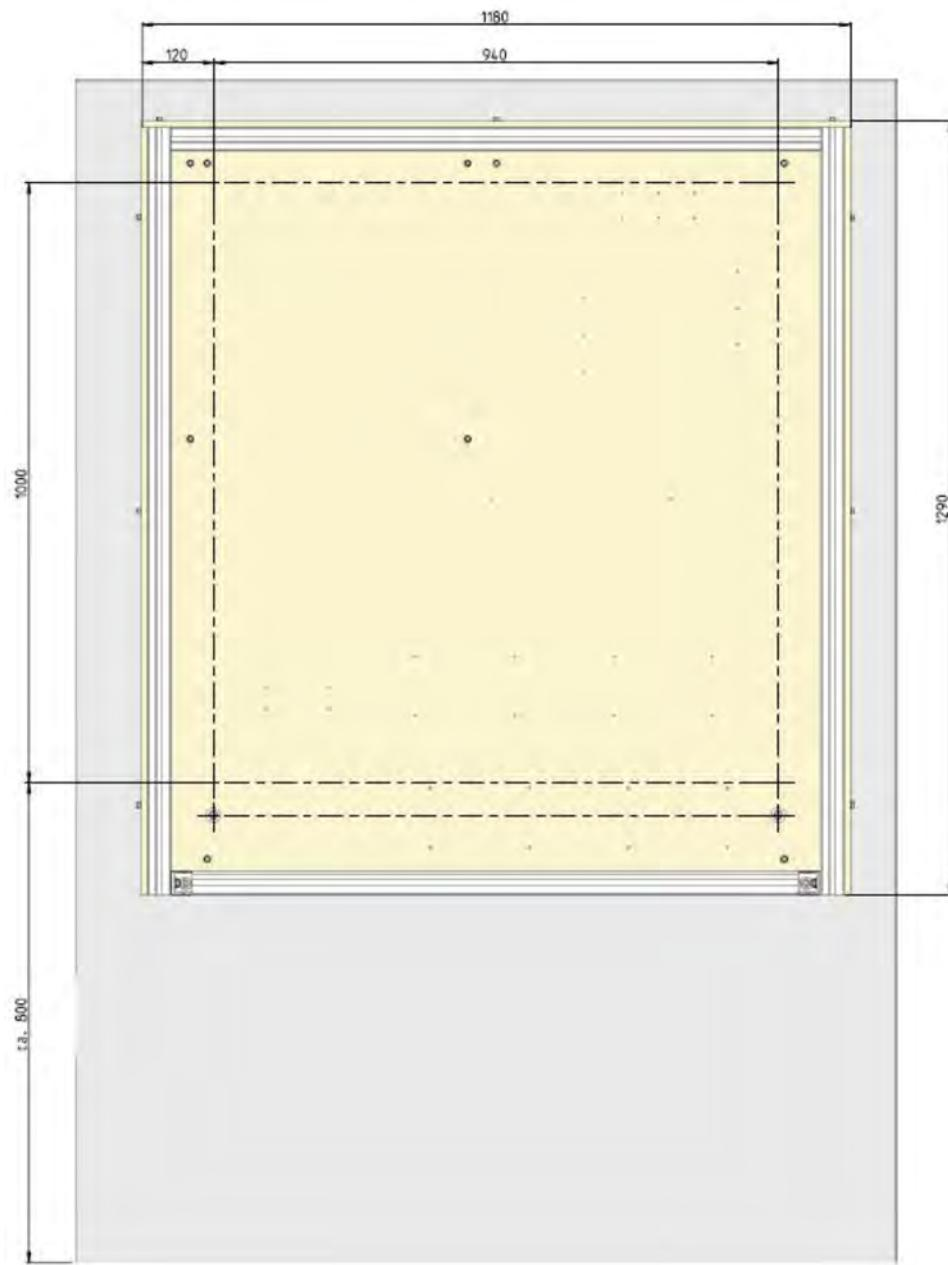

Abb. 11: Montageschema
2. ➔ Bohrlöcher gemäß Schema Abb. 11 an der Wand markieren.